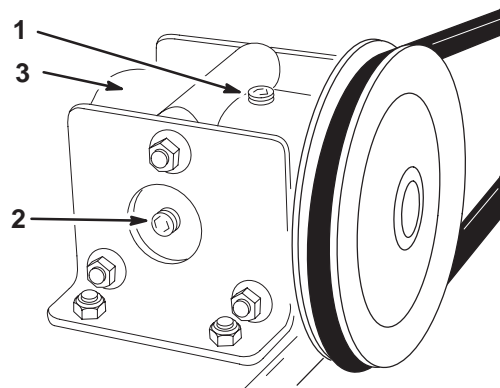

Bild 26
3. Entfernen Sie die Prüfschraube an der Seite des Getriebes. Die Höhe des Öls sollte bis zum Loch in der Seite des Getriebes reichen (Bild 26).
5. Drehen Sie die Füll- und seitliche Prüfschrauben wieder fest ein, wobei Sie gleichfalls die Schrauben mit PTFE-Band abdichten (Bild 26).